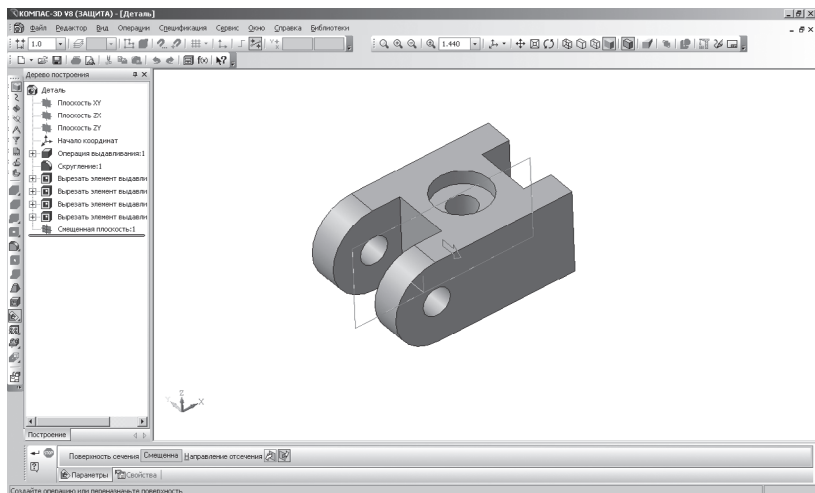

Рис. 232
- для удаления части детали, обращенной к наблюдателю, включите кнопку **Обратное** (направление отсечения показывается на фантоме в окне виде стрелочки) – рис. 232;